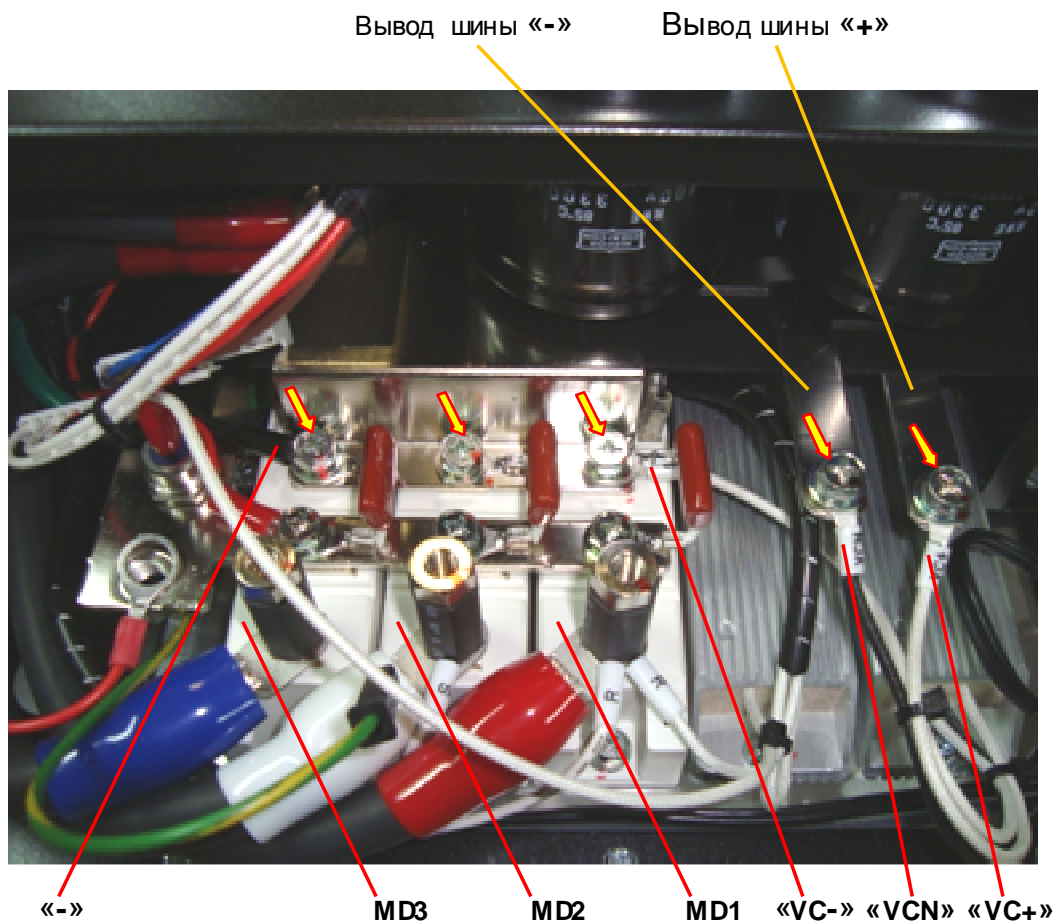

Рис. 7.15
12. вкрутить неплотно три винта крепления шины «-» блока конденсаторов в контакты «3» диодно-тиристорных модулей (рис. 7.15, стрелки); одновременно к контакту модуля **MD1** присоединить вывод балластного конденсатора и кольцевой наконечник провода «**VC-**» разрядного резистора; к контакту модуля **MD2** присоединить вывод балластного конденсатора; к контакту модуля **MD3** присоединить вывод балластного конденсатора и кольцевой наконечник провода «-» контроля цепи блока конденсаторов (провод черного цвета);
14. прикрутить провод «**VC+**» разрядного резистора к выводу шины «+» блока конденсаторов (рис. 7.15, стрелки);